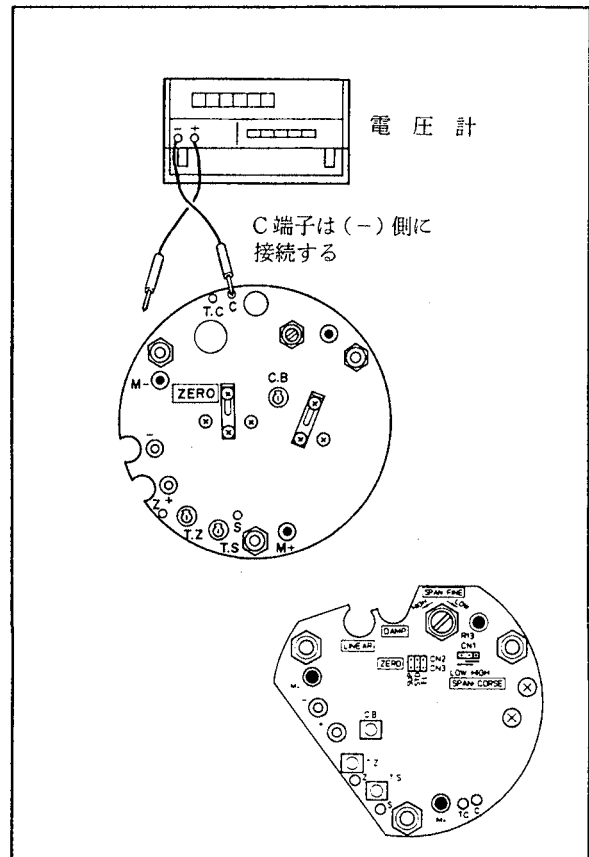

図6.11 温度補償回路のチェック端子
アンプユニット時定数は、ダンピング調整ボリューム (図 6.11 参照) で、約 0.2 ~ 5.0 秒の範囲内に設定することができます (反時計方向へ回し切った位置で約 0.2 秒)。
- (2) アンプユニットまたはカプセルアセンブリを交換した場合には、必要に応じて 6.4.1 項を参照してリニアリティ調整を行なってください。
- (3) C. B ボリュームを反時計方向に回し切ります (図 6.11 参照)。
- (4) T. Z ボリュームを回し C-Z 間の電圧が $0 \pm 2.5 \text{ mV}$ D. C 以内になるように調整します。
- (5) T. S ボリュームを回し C-S 間の電圧が $0 \pm 2.5 \text{ mV}$ D. C 以内になるように調整します。
- (6) C. B ボリュームを回し C-TC 間の電圧が $0 \pm 5 \text{ mV}$ D. C 以内になるように調整します。
- (7) 6.4.2 項を参照して、伝送器をご使用時の測定レンジに正しく調整します。ただし、測定レンジの 0 % が正または負方向に遷移している場合には、遷移量を零にしてください。